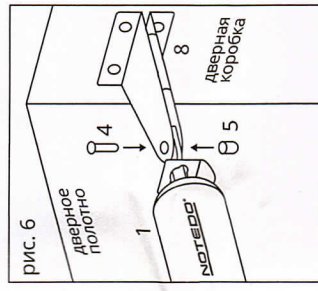

рис. 6
5) Соедините доводчик 1 с кронштейном 8 с помощью короткого штифта 4 и зафиксируйте штифт защитным колпачком 5 (рис. 6).